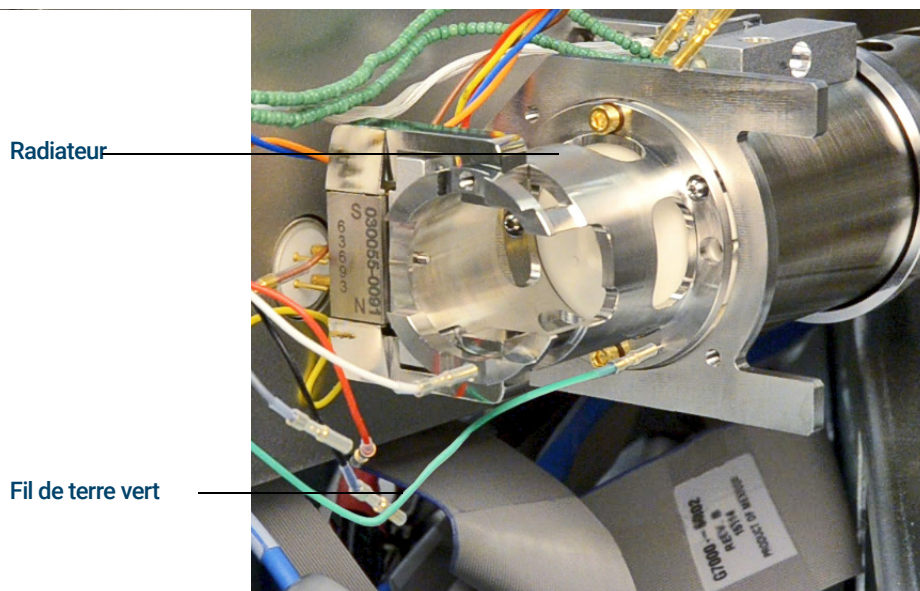

Figure 69 Radiateur de la source à CI
- 2 Brancher le fil de terre vert au radiateur. (Voir **Figure 69**.)